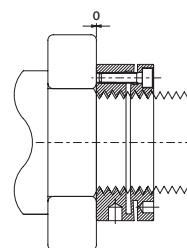

図16
- クランプナットの締付けトルクを要求される予圧の3~5倍で仮締めます。即ち算式で求めた M の値の約4倍の締付けトルクで締付けます。これは構成部品のナジミを促進するために必要な作業です。このあと、一旦クランプナットを弛め再度適正予圧をかけ調整しクランプねじを増し締めして固定します。(図16)